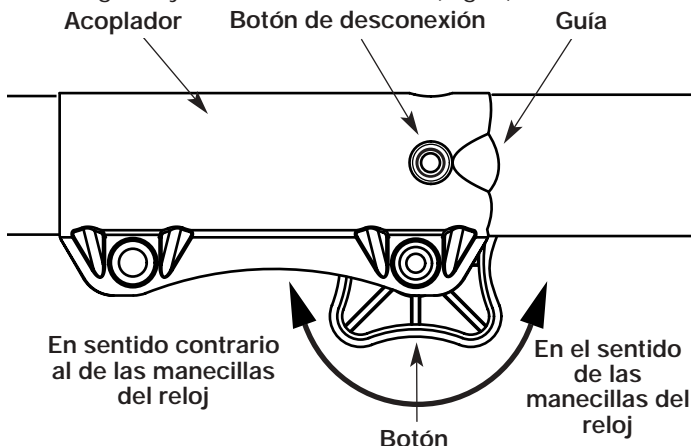

Fig. 5
1. Para aflojarlo, gire el botón en el sentido opuesto al de las manecillas del reloj (Fig. 5).
2. Oprima y sostenga oprimido el botón de liberación (Fig. 5).
2. Apriete el botón girándolo hacia la derecha (Fig. 5).
NOTE: La alineación del botón de desconexión con la guía ayuda en la instalación (Fig. 5).